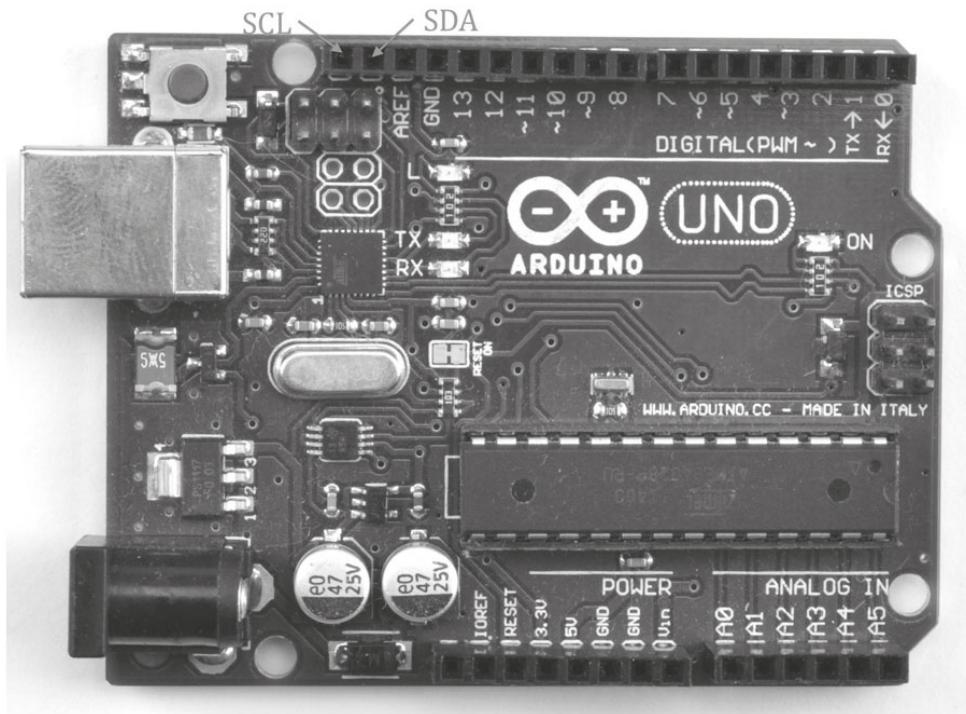

Figura 9.5 » Identificando os pinos SCL e SDA em um Arduino Uno.
- SCL do display a SCL do Arduino. Para ver o pino no Arduino, veja a Figura 9.5.
- SDA do display a SDA do Arduino (veja igualmente a Figura 9.5).